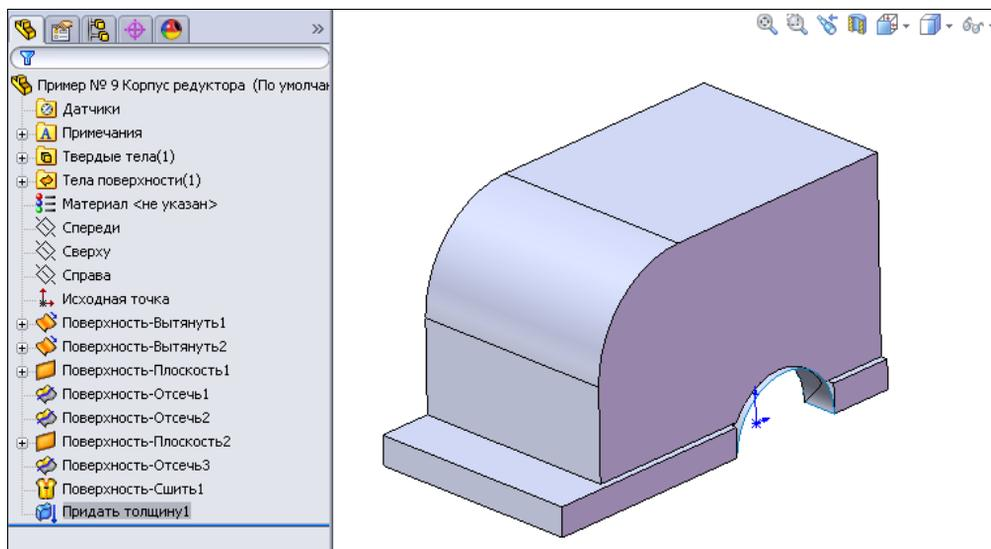

Рис. 2.111
20. В заключение нажмем кнопку **OK**  , в результате получим следующую деталь (рис. 2.111).